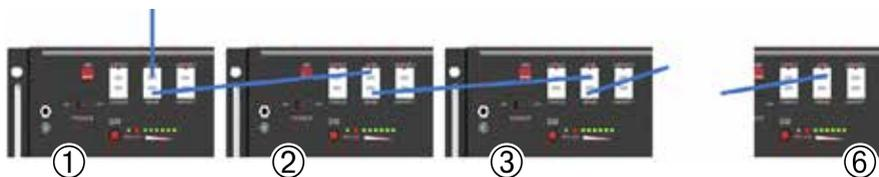

Fig. 3.11 - (1) MASTER gruppo uno, (2) MASTER gruppo due, ..., (6) MASTER gruppo sei.
2. Collegare il cavo di comunicazione come mostrato in Fig. 3.11. Per il collegamento tra batteria Master e LV-HUB si consiglia di utilizzare W10SCAN30RJ1 o un cavo con i pin 1~3 vuoti.
- Il B di ogni Master si collega ad A del Master del gruppo successivo: la porta B/RS485 dell'ultimo gruppo Master (6, Fig. 3.11) è libera.